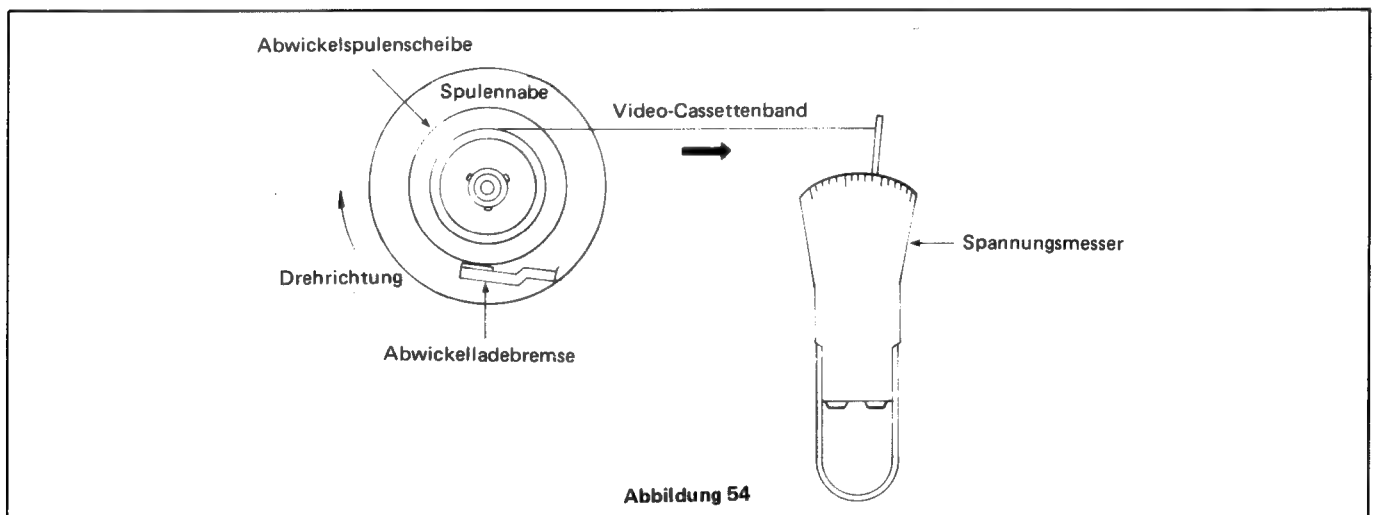

Abbildung 54
3. Die Spulennabe (mit einigen Bandlagen aufgewickelt) auf die Abwickelspulenscheibe gemäß der Abbildung 54 aufsetzen.